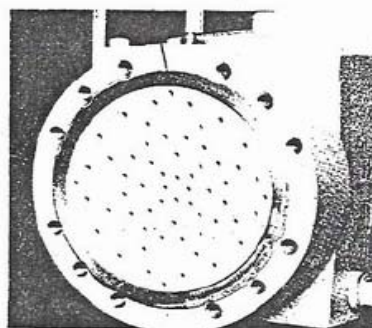

图 16
13. 安装药剂头前，确保泵头弯边圆钢板装在该端头内，凹空朝着隔膜。最接近边缘的 4 个孔中有一个在泵头的顶部（图 16）。这样就可使圆腔内气体排走。